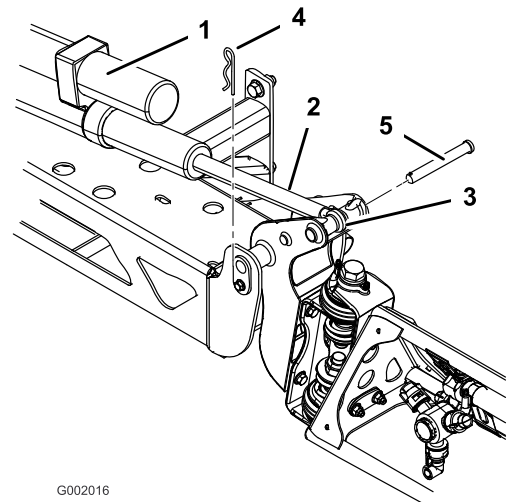

Figure 36
2. Retirez la goupille fendue de l'axe de pivot (Figure 36).
- Soulevez la rampe et déposez l'axe (Figure 36). Abaissez lentement la rampe au sol.
- Élevez la rampe pour aligner le pivot sur la tige d'actionneur. Tout en maintenant la rampe, insérez l'axe dans le pivot de rampe et la tige d'actionneur (Figure 36).